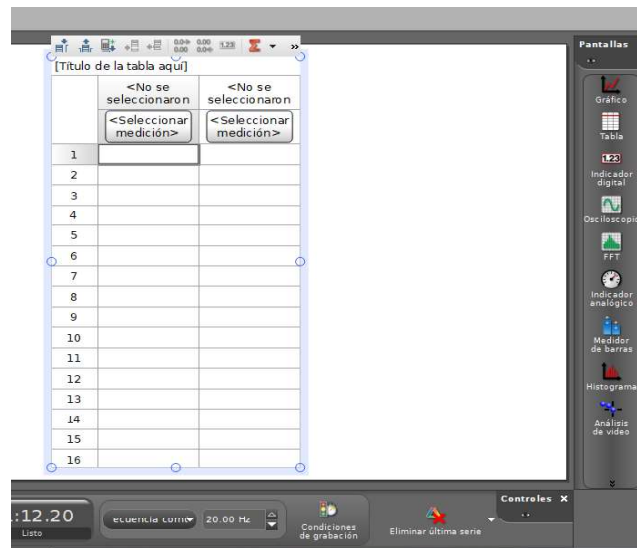

Figura No. 6
- En la parte derecha de la pantalla principal en la sección de pantallas, seleccione **<Tabla>** y arrástrela hacia la página que se desea trabajar (*Figura No. 6*).